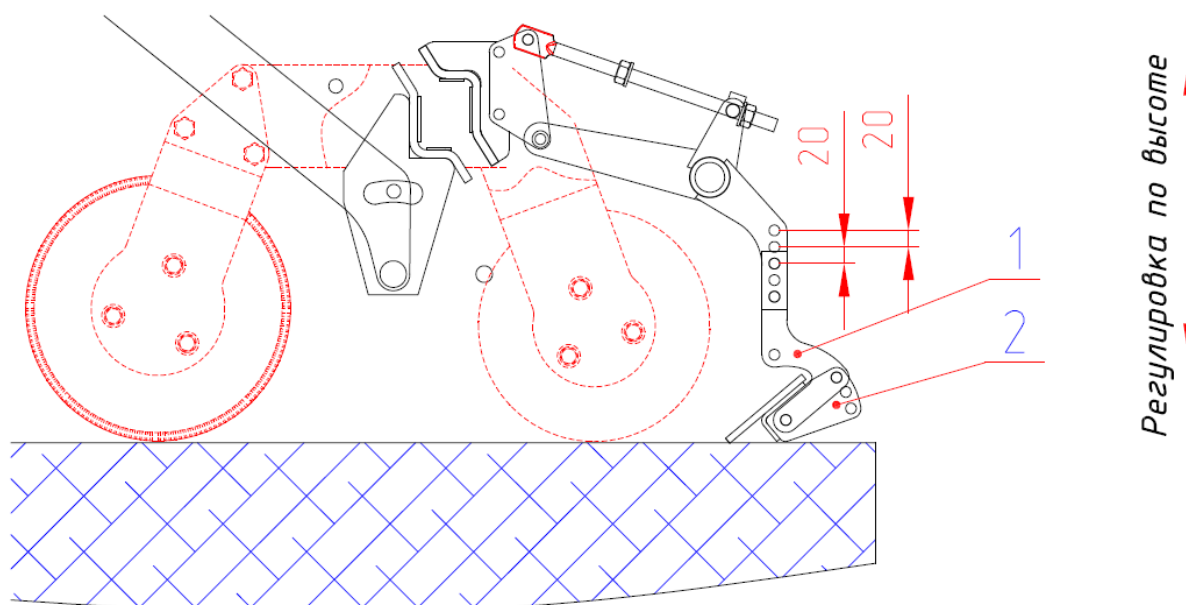
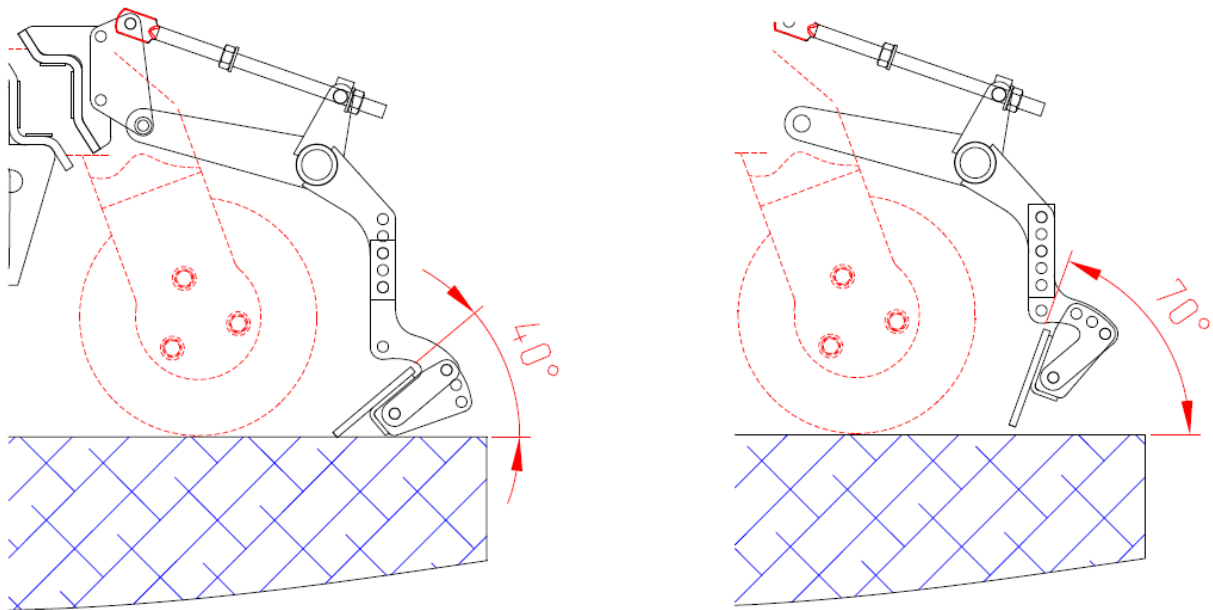

Рис.15.3 Регулировка планчатого выравнивателя по высоте.
Рис.15.4 Регулировка планчатого выравнивателя по углу (активное положение планки).
7.2.2 Регулировка планчатого выравнивателя по высоте расположения планки осуществляется переустановкой держателя 1 (рис.15.3) в соответствующие отверстия.
7.2.2 Регулировка планчатого выравнивателя по углу осуществляется поворотом держателя 2 (рис.15.3) относительно нижнего отверстия и фиксации держателя в соответствующих отверстиях. Угол положения планки можно устанавливать как в "активном" положении (рис.15.4) так и в "пассивном" положении (рис.15.4).